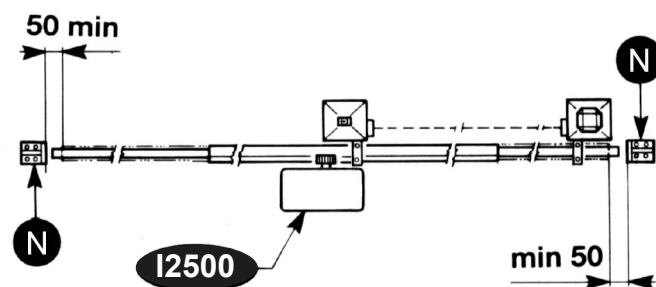

FIG. 2
- Ausser der elektrischen und mechanischen Endscharter, die mit der Steuerung verbunden werden ist es ratsam einen festen Endanschlagpunkt am Boden zu befestigen. Der im gegebenen Fall einer Fehlfunktion der elektronik den Antrieb mit seinen kinetischen und statischer Groesse zum halten bringt (N)(Fig. 2).
Es ist notwendig, am Ende der Fühung zwei mechanische Stoppvorrichtungen zu befestigen (N) (Fig. 2).